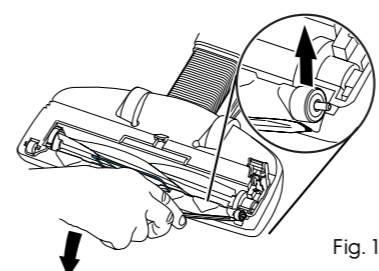

Fig. 14
- Caso as rodas frontais estejam com pelos acumulados ou estejam travadas, remova as rodas usando uma chave de fenda. Encaixe a chave de fenda no espaço da frente da roda e force a roda para cima para destravá-la (fig.14).